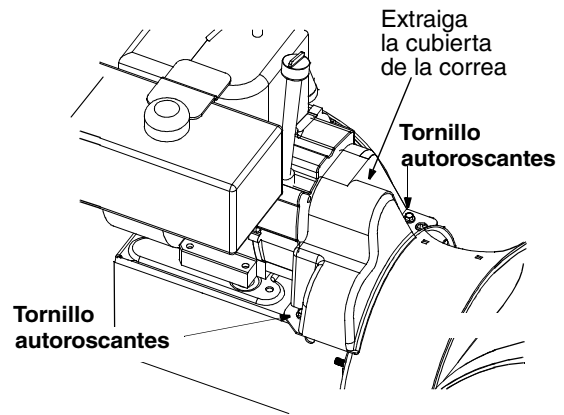

Figura 25
- Reemplace la cubierta plástica de la correa al frente del motor, extrayendo los dos tornillos autoroscantes. Vea la Figura 25.